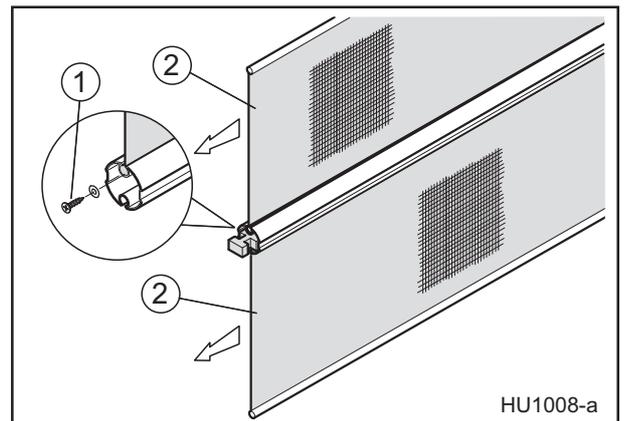

Abb. 10
Fixieren Sie die Behänge (1) zunächst an einer Seite ca. 2 cm vom Rohrende entfernt mit beigelegten Spax (5 x 80), indem die Schraube zwischen Kederwulst und Nutrand eingeschraubt wird (Abb.10). Zur anderen Seite wechseln, Tuch mit Handspannung straffen und ebenfalls fixieren (Abb.10).